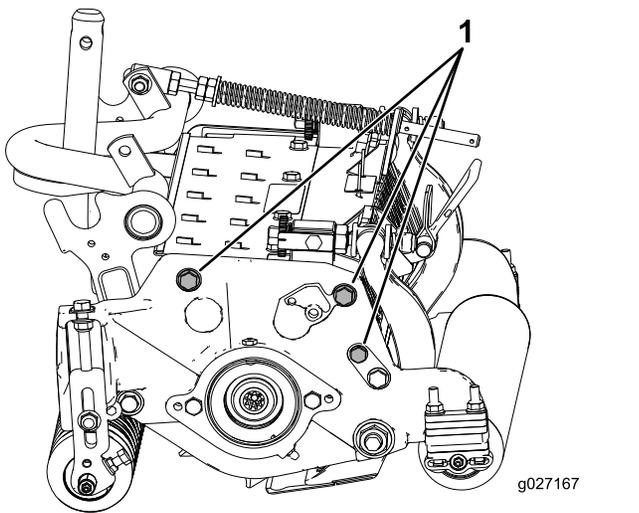

Figura 13
**Nota:** La posición del rodillo trasero respecto al molinete es controlada por las tolerancias de mecanizado de los componentes ensamblados; por tanto, no es necesario ajustar el paralelismo. Es posible hacer ajustes limitados colocando la unidad de corte en una chapa plana y aflojando los tornillos de montaje de las placas laterales (Figura 13). Ajuste y apriete los tornillos a 37-45 N·m.